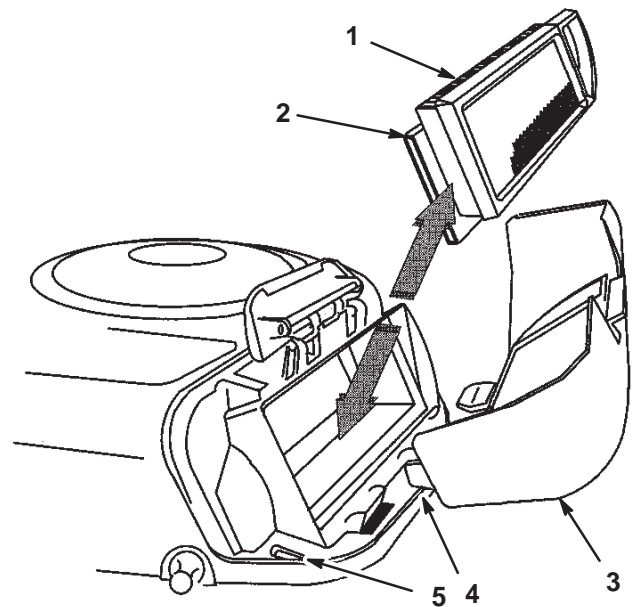

Bild 22
3. Schieben Sie den Papier- und den Schaumeinsatz vorsichtig vom Gebläsegehäuse herunter (Bild 22).
2. Fluchten Sie die Nasen des Luftfilterdeckels mit den Schlitzern im Gebläsegehäuse aus (Bild 22).